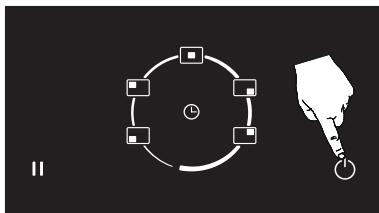

Abbildung 9
1. Ein ausgewählter Kochbereich kann durch Drücken der Taste on/off ausgeschaltet werden (  ). (Siehe Abb. 9)